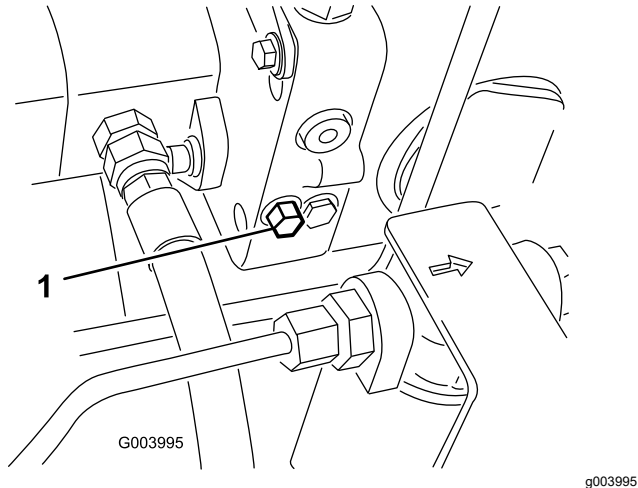

Figure 59
3. Sur la pompe à cylindrée variable, tournez une fois et demie le boulon de la vanne de dérivation pour ouvrir la vanne et permettre la dérivation interne de l'huile (Figure 59).